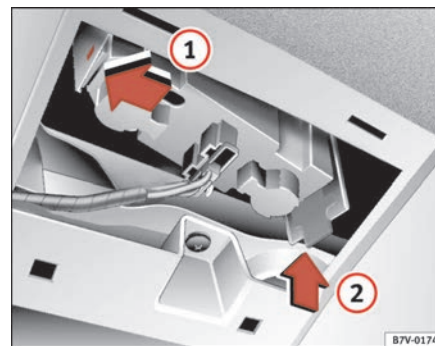

Fig. 166 Luces en el portón trasero
- Coloque el portalámparas en el orificio correspondiente ① por la pestaña delantera y presione hacia arriba el portalámparas por la parte posterior ②, hasta que encastre la pestaña elástica ⇒ fig. 166.